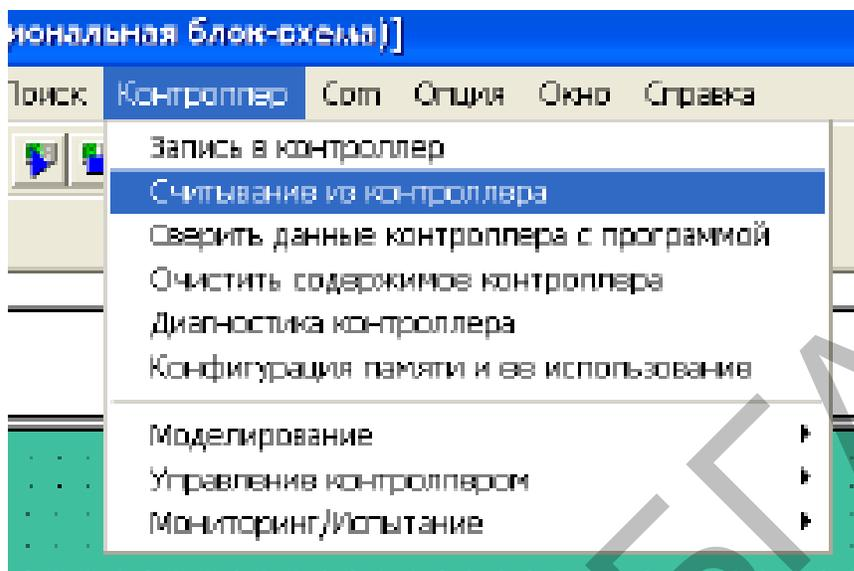

Рисунок 9.3 – Окно считывание из контроллера
1) Щелкните на пункте “Считывание из контроллера” в меню Контроллер (рисунок 9.3).